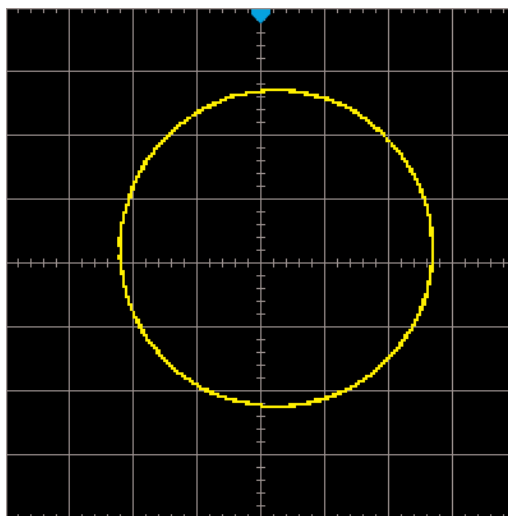

图 6.3 XY 模式波形
- 4、观察上图的测量结果，并根据相位差测量原理图（图 6.3）可得 $A/B(C/D)=1$ ，即两个通道输入信号的相差角为 $= \arcsin 1 = 90^\circ$ 。